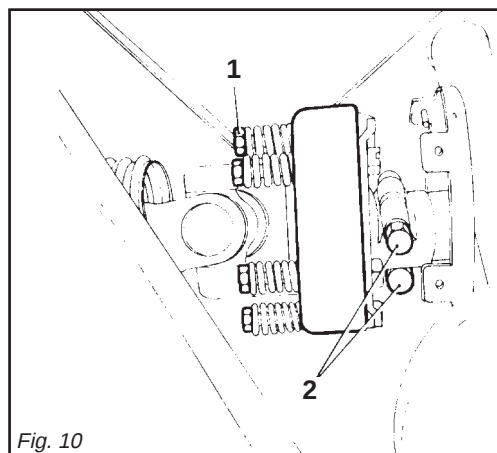

Fig. 10
La frizione è già pre-regolata per uno sforzo medio. Se slitta troppo facilmente (surriscaldandosi) è necessario avvitare uniformemente tutti i dadi (1 Fig. 10) che stringono le molle. Qualora l'albero cardanico fornito abbia il mozzo con bloccaggio a bulloni (2 Fig. 10), assicurarsi che questi siano serrati con forza.
The clutch is already pre-adjusted for average stress. If it slips too easily (and overheats), it will be necessary to evenly tighten all the nuts (1 Fig. 10) that retain the springs. If the supplied cardan shaft has a bolt-locked hub (2 Fig. 10), check that these bolts are fully tightened.
Die Gelenkwelle kann mit einer Sicherheitskupplung ausgerüstet werden, um die Getriebeteile des Gerätes vor Überlastungen und/oder Beanspruchungen zu schützen. Die Gelenkwelle darf keine Neigung über 10 Grad aufweisen (Abb. 3). Die Kupplung ist auf eine mittlere Beanspruchung voreingestellt. Wenn die Kupplung zu schnell schlupft (Überhitzung), muß man alle Muttern (1 Abb. 10), die die Federn spannen, noch weiter anziehen. Sollte die mit dem Gerät gelieferte Gelenkwelle eine mit Schraubbolzen blockierte Nabe (2 Abb. 10) haben, sicherstellen, daß diese angezogen sind.
L'arbre à cardans peut être équipé d'embrayage de sécurité pour protéger les organes de transmission de la machine en cas d'efforts ou de surcharges excessives. L'inclinaison du cardan de doit pas dépasser 10 degrés (Fig. 3). L'embrayage est déjà réglé pour un effort moyen. Lorsqu'il patine facilement (en se surchauffant) il faut visser de manière uniforme tous les écrous (1 Fig. 10) de serrage des ressorts.
Si le moyeu de l'arbre à cardans dispose d'un blocage par boulons (2 Fig. 10), assurez-vous que ces derniers sont bien serrés.
El embrague está ya pre-regulado para un esfuerzo medio. Si patina muy fácilmente (recalentándose) es necesario ajustar uniformemente todas las tuercas (1 Fig. 10) que apretan en el resorte. Si el árbol cardánico tiene el cubo con bloqueo de bulones (2 Fig. 10), controlar que estos últimos estén bien ajustados.
Se la frizione non slitta, svitare uniformemente tutti i dadi (1 Fig. 10) che fissano le molle. Svitare un giro alla volta e verificare la frizione dopo circa 300 metri di lavoro. Se necessario ripetere l'operazione, sempre svitando un giro alla volta. Se la frizione mantiene durante il lavoro una temperatura di circa 40-50 gradi circa significa che è regolata in modo corretto. **Non serrare mai a fondo i dadi, poiché in tal modo si elimina la funzione delle molle e dunque della frizione a danno degli organi di trasmissione.**
*If the clutch does not slip, evenly unscrew all the spring fixing nuts (1 Fig. 10). Unscrew one turn at a time and check the clutch after having worked about 300 meters. Repeat the operation if necessary, remembering to unscrew one turn at a time. If the clutch maintains a temperature of about 40-50 degrees during work, this means that it has been correctly regulated. **Never fully torque the nuts since this would void the function of the springs and, subsequently, of the clutch, thus damaging the transmission components.***
Wenn die Kupplung nicht schlupft, alle Muttern (1 Abb. 10), die die Federn spannen, gleich-mäßig lockern. Alle Muttern um eine Umdrehung losschrauben und die Kupplung nach 300 Metern Fahrstrecke prüfen. Den Vorgang falls erforderlich wiederholen, jeweils eine Umdrehung pro Versuch. Wenn die Kupplung während der Arbeit eine Temperatur von circa 40-50°C beibehält, ist sie richtig eingestellt. **Die Muttern nie ganz festziehen, weil dabei die Wirkung die Federn und damit der Kupplung aufgehoben würde, was sich schädlich auf die Getriebeteile auswirken würde.**
*Si l'embrayage ne patine pas, dévissez de manière uniforme tous les écrous (1 Fig. 10) de fixation des ressorts. Dévissez d'un tour à la fois et vérifiez l'embrayage après environ 300 mètres de travail. Si nécessaire, répétez l'opération en dévissant toujours d'un tour à la fois. Quand l'embrayage maintient une température d'environ 40-50 degrés pendant le travail, cela signifie qu'il est réglé correctement. **Ne serrez jamais à fond les écrous car cela annule la fonction des ressorts et donc de l'embrayage au détriment des organes de transmission.***
Si el embrague no patina, aflojar uniformemente todas las tuercas (1 Fig. 10) que fijan el resorte. Aflojar una vuelta a la vez y controlar el embrague luego de 300 metros de trabajo. Si es necesario repetir la operación siempre aflojando un giro a la vez. Si el embrague mantiene durante el trabajo una temperatura de 40-50 grados significa que está regulado en modo correcto. **No ajustar jamás a fondo las tuercas, ya que así se inutiliza el resorte y la fricción dañando los órganos de transmisión.**